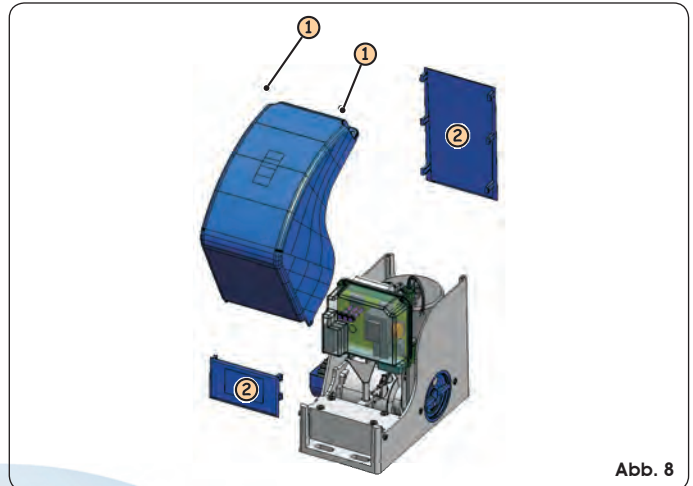

Abb. 8
- ① Die Motorabdeckung abnehmen und hierzu die beiden oberen Befestigungsschrauben vollkommen abschrauben (Abb. 8, Bez. ①).
- ② Die Abdeckung um etwa 30° drehen und nach oben ziehen.
- ③ Die beiden seitlichen Schutzabdeckungen herausziehen (Abb. 8, Bez. ②).